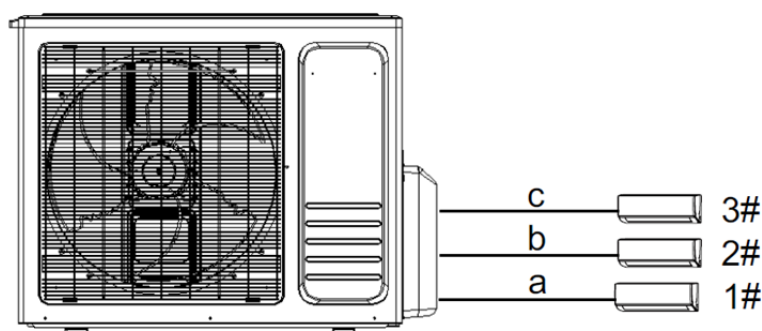

Fig.9
3. Ejemplo: Conjunto de unidades de aire acondicionado CM3H-2228A instalados de la siguiente manera: Fig.9.